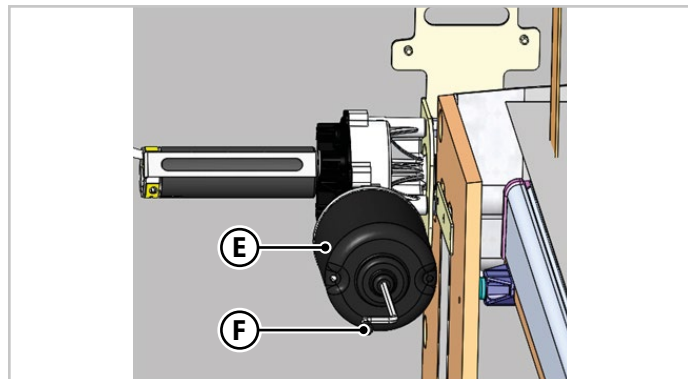

Fig.6.17 - Débloccage électrique du lit type B
2. Au bas du moteur **(E)** - Fig.6.17), insérer la clé Allen **(F)** - Fig.6.17) dans son logement pour le mouvement manuel.